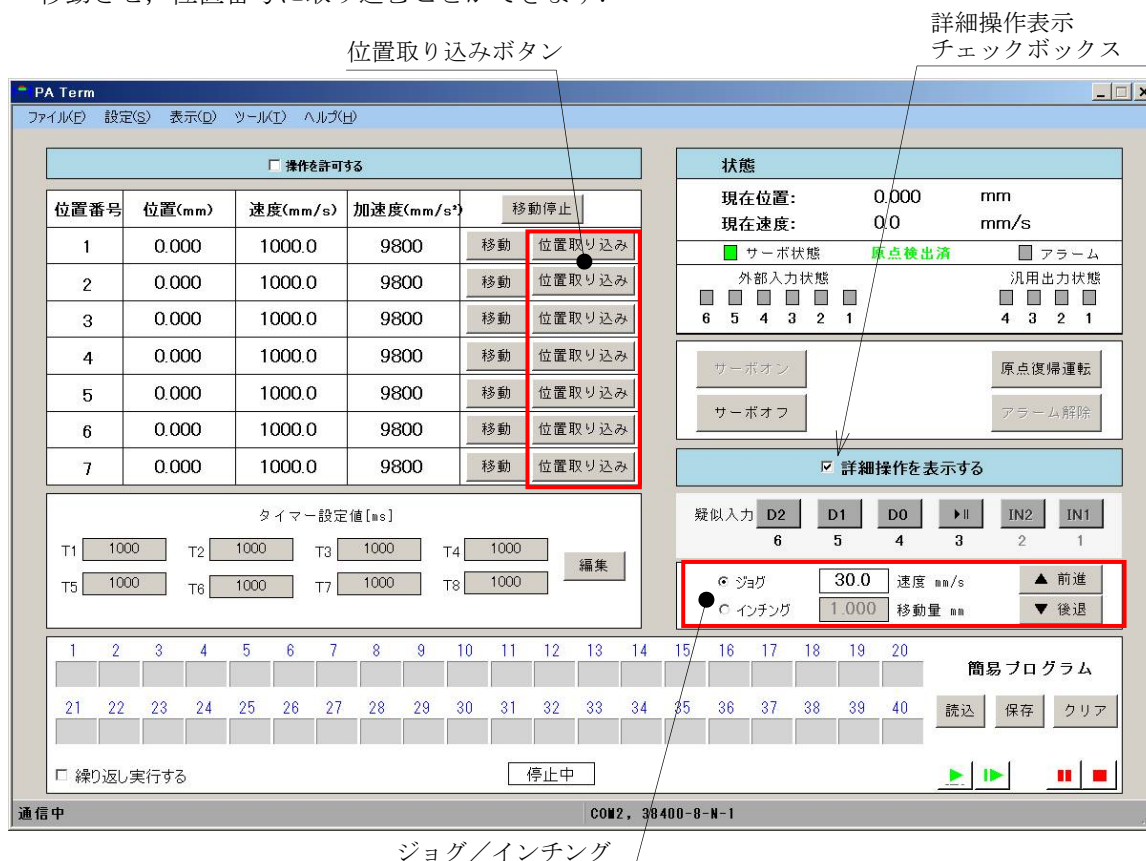

図 8.12 位置リスト設定時（ティーチング）の操作項目
- 「詳細操作を表示する」にチェックを入れることで、図 8.12 に示す詳細操作画面が表示されます。